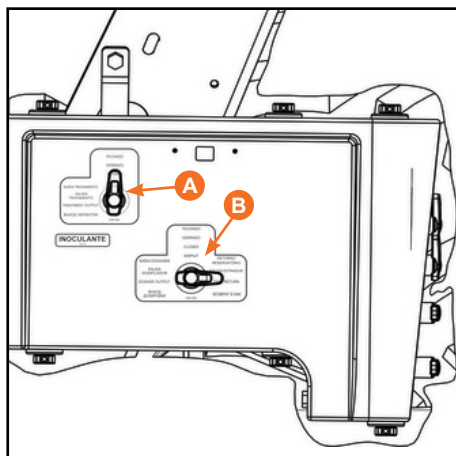

Figura 65
- Coloque o registro (A) na posição de *Fechado*, e o registro (B) na posição de *Retorno Reservatório* (Figura 65).